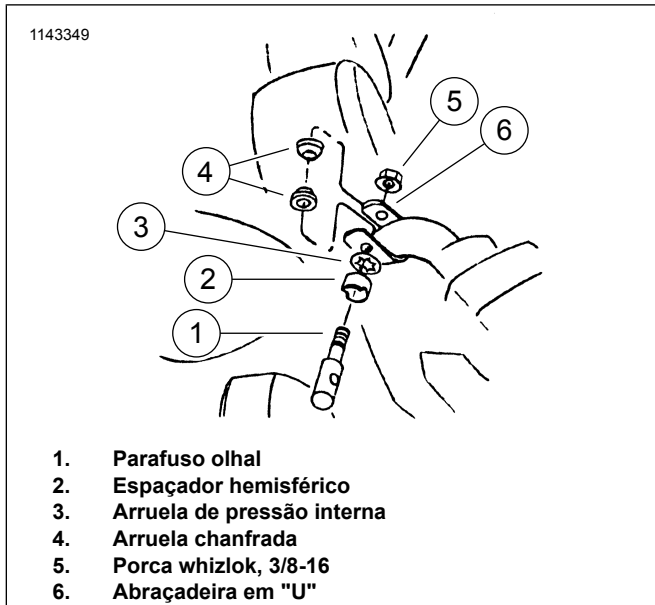

Figura 2. Monte a abraçadeira em "U"
2. Veja a figura 2. Posicione a abraçadeira em "U" (6) ao redor do segmento vertical do guidão com o lado aberto da abraçadeira em "U" virado de modo geral para a frente.
3. Coloque o espaçador hemisférico (2) e a arruela de pressão interna (3) no parafuso olhal (1).
4. Deslize o parafuso olhal (1) através da parte de baixo da abraçadeira em "U" (6) vindo do lado de fora do guidão. Ao mesmo tempo, insira duas arruelas chanfradas (4) no parafuso olhal dentro da abraçadeira em "U" (com os chanfros voltados um para o outro), um em cada lado do guidão.
- Inserir as porcas whizlok (5) no parafuso olhal (1), sem apertar.